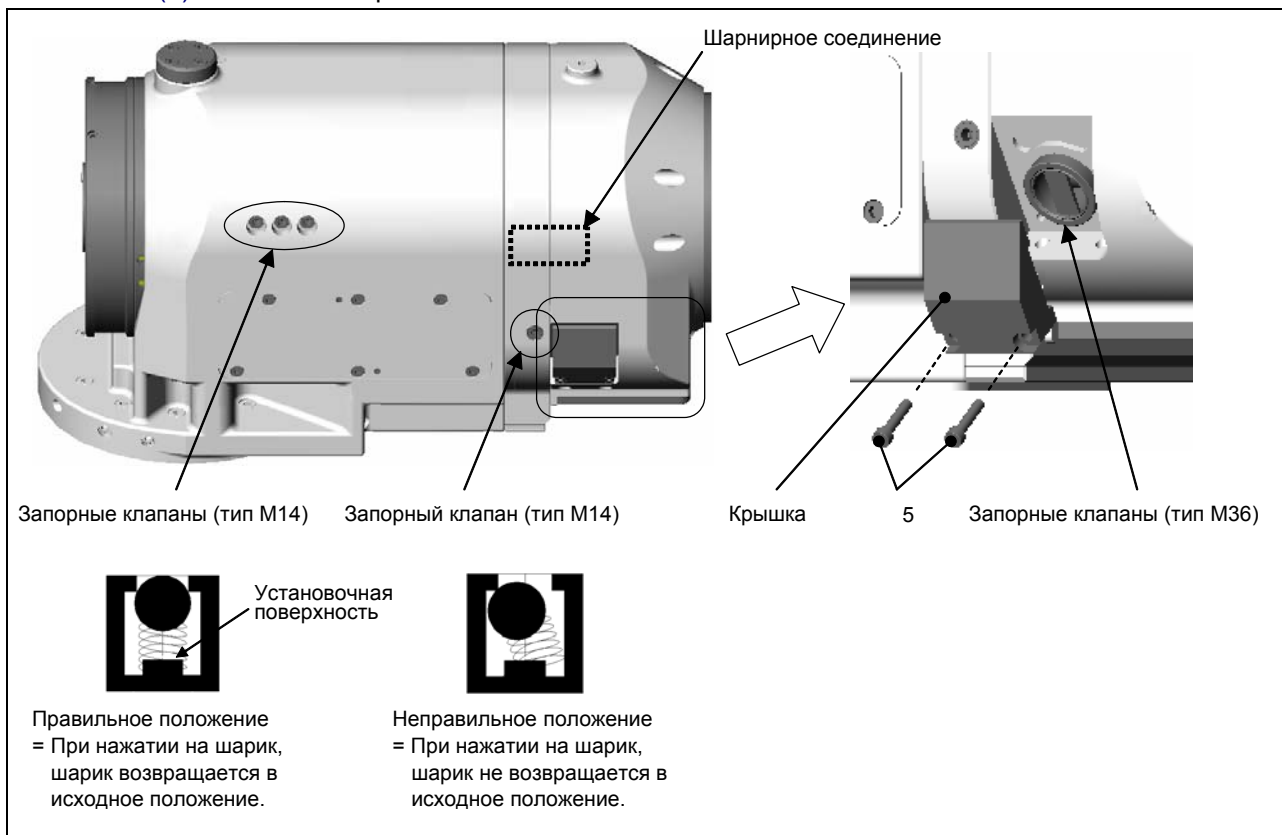

Рис. 4-11 Чистка запорного клапана
- (1) Извлечь четыре запорных клапана (рис. 4-11) из фрезерного шпинделя.
- (1) На задней части фрезерного шпинделя установлены две защитные крышки запорных клапанов (изображённые на Рис. 4-11 и на противоположной стороне). Открутить винты М5 (по два винта из каждой крышки) при помощи универсального ключа и снять крышки.
- (2) Очистить крышки со всех сторон – посадочное место крышек, боковую поверхность и зону вокруг запорных клапанов – при помощи сжатого воздуха. При помощи чистой ткани тщательно очистить внутреннюю часть запорного клапана.